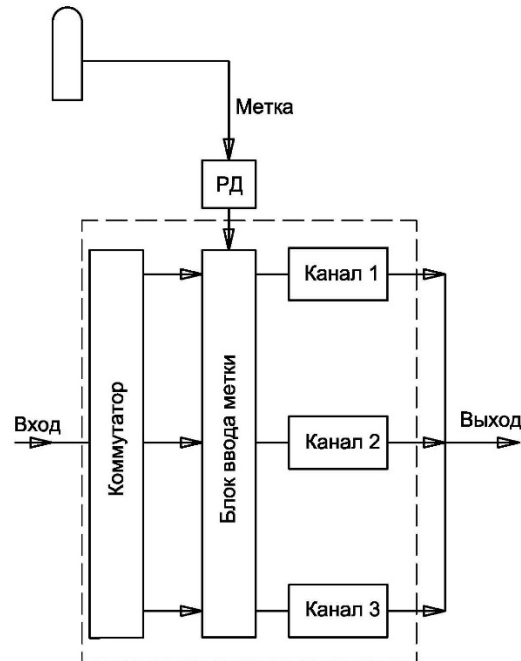

Рис.1
Принципиальная схема расходомера и подключений приведена на Рис. 1.
- 2.3.2 Подключить к расходомеру баллон с газом метки к в соответствии с Рис.1 и типом газа метки в соответствие с п.1.2.2.
- 2.3.7 Для измерения расхода подать на расходомер поток измеряемого газа в соответствие со схемой на Рис. 1.